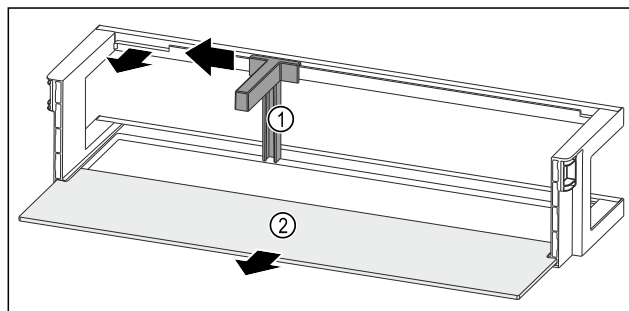

Fig. 126 带瓶托和搁板的门边存放架
- ▶ 将瓶托 Fig. 126 (1) 推至槽边。
- ▶ 取出瓶托 Fig. 126 (1)。
- ▶ 取出搁板 Fig. 126 (2)。